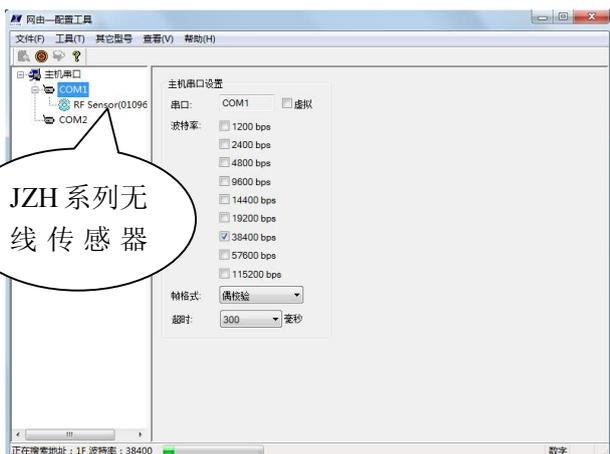

图 6-6
7、单击  图标，在您所使用的串口下出现 JZH 系列无线传感器设备如图 6-6 所示，然后单击